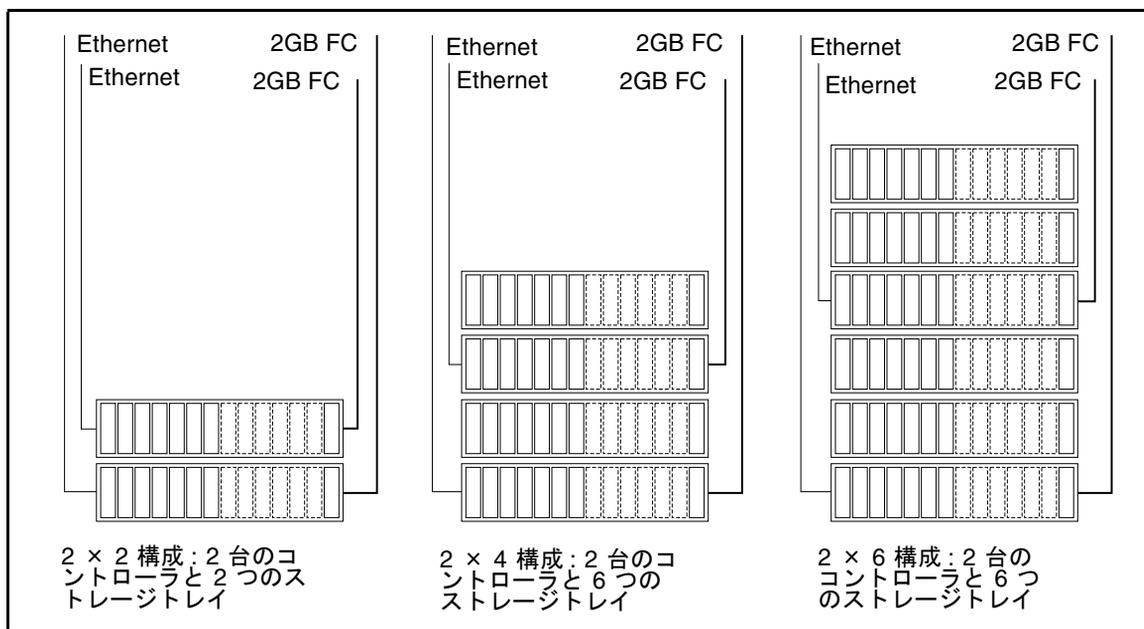

図 1-2 アレイの構成オプション
ストレージアレイは、さまざまな構成が可能なモジュール方式の設計になっています(図 1-2 を参照)。各構成オプションには 2 つのコントローラ (コントローラペアとも言います) があり、冗長性とフェイルオーバー機能を提供します。また、各ストレージアレイには、冗長ファイバチャネル (FC) データパスと、バッテリーバックアップシステムを内蔵した 2 つの電源があります。主電源が完全に停止しても、各アレイはバッテリーから十分な電源を得て、正常に停止します。